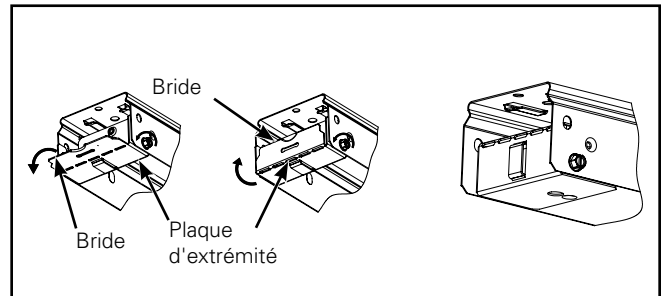

Figure 39.
1. Tournez la plaque d'extrémité supérieure, pliez la bride comme indiqué et tournez-la vers sa position d'origine dans l'assemblage du canal. (Figure 39.)